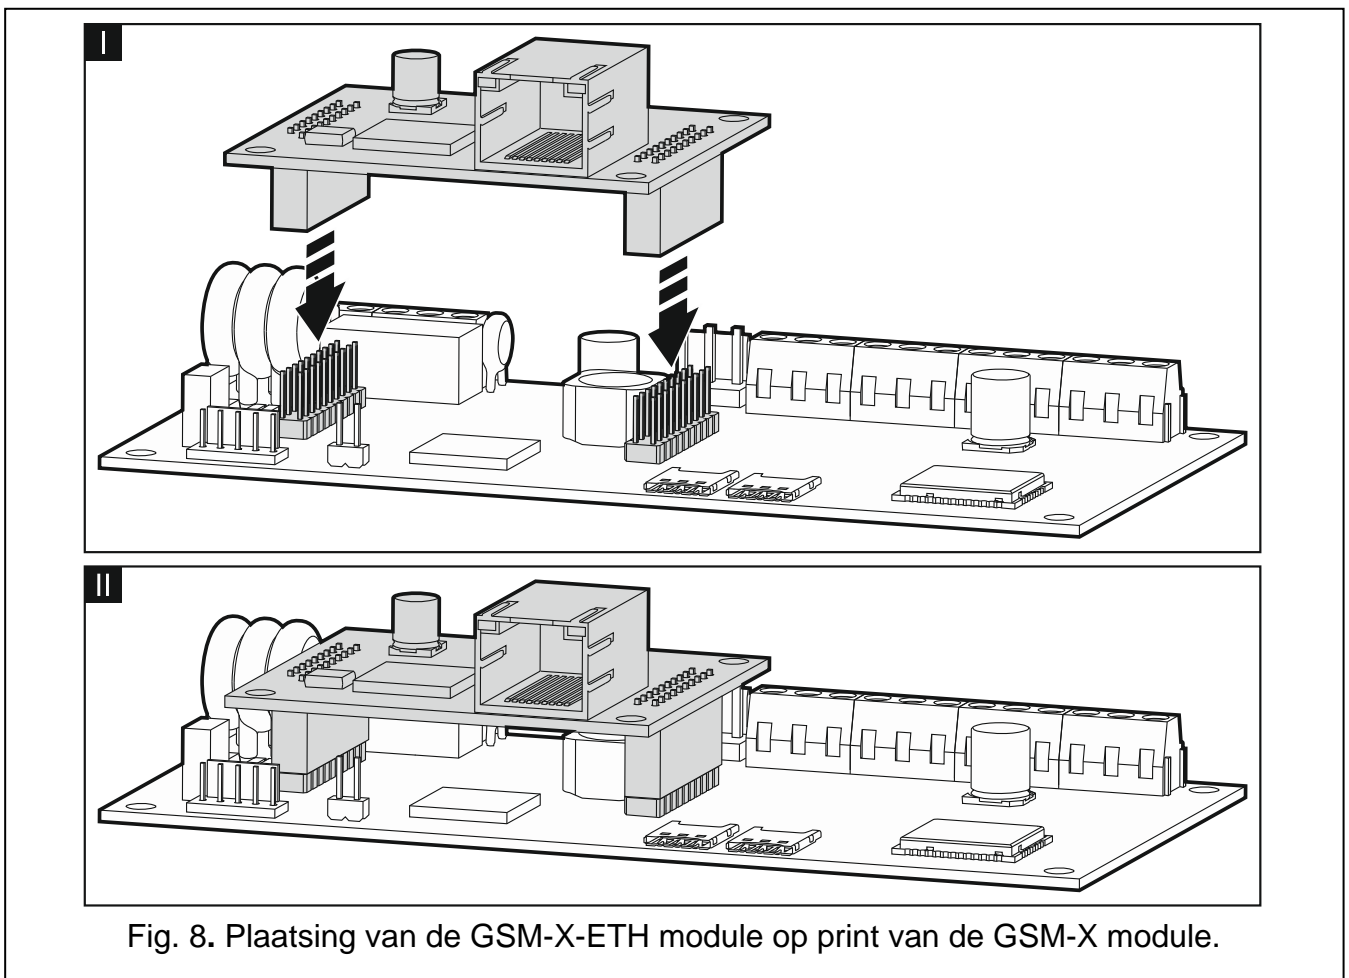

Fig. 8. Plaatsing van de GSM-X-ETH module op print van de GSM-X module.
3. Plaats de GSM-X-ETH Ethernet module in de connectoren op de print van de GSM-X module (Fig. 8).